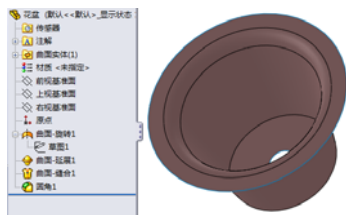

图 6-67 花盆及其 FeatureManager 设计树
② 添加颜色。单击属性管理器中的 [确定] 图标按钮，设置花盆的外观属性。花盆模型及其 FeatureManager 设计树如图 6-67 所示。